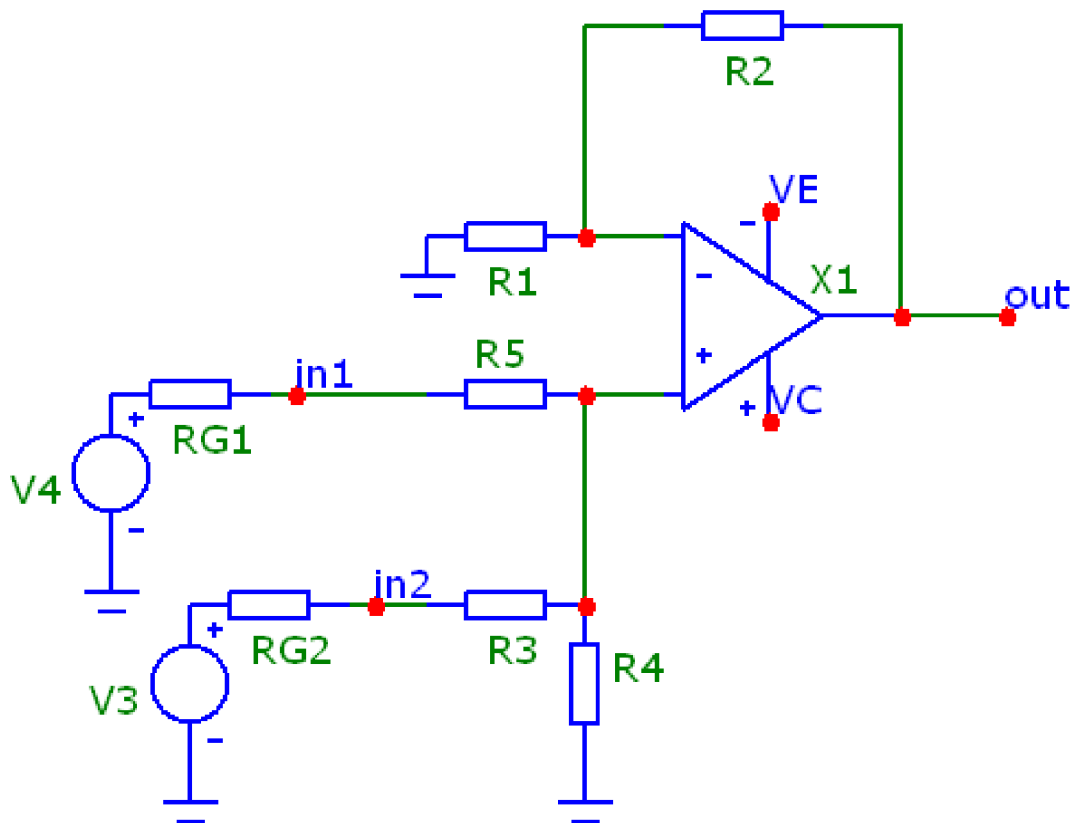

Рис. 18. Схема неинвертирующего суммирующего усилителя на ОУ
6. Собрать схему неинвертирующего суммирующего усилителя на ОУ (рис. 18).